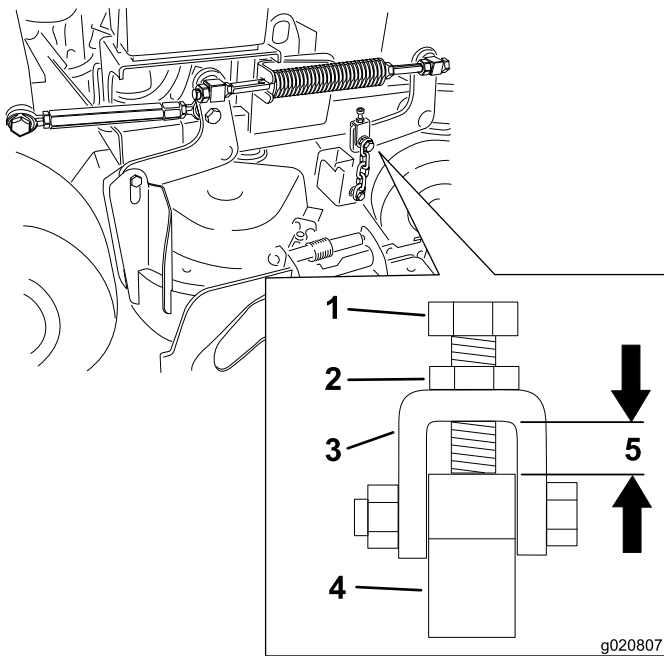

Figura 83
10. Compruebe la distancia entre la horquilla y del brazo de suspensión de la carcasa en cada horquilla. Esta distancia debe ser de 11 mm. Ver Figura 83.
12. Afloje la contratuerca y ajuste el perno de ajuste para obtener la distancia correcta indicada en Figura 83.